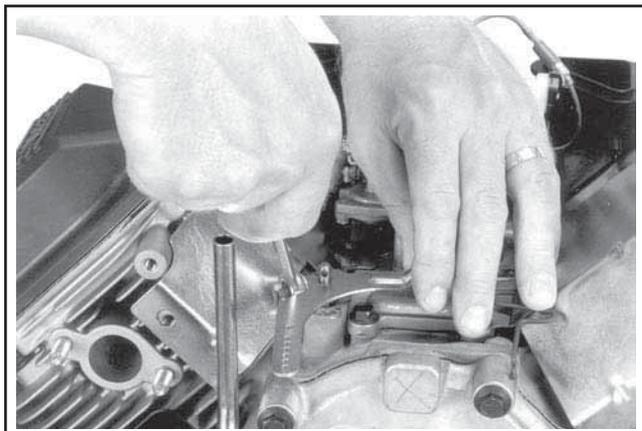

Figure 11-81. Réglage du levier du régulateur.
3. Déplacer le levier du régulateur **vers** le carburateur tant que possible (accélérateur ouvert au maximum) et le garder dans cette position. Voir la Figure 11-81.